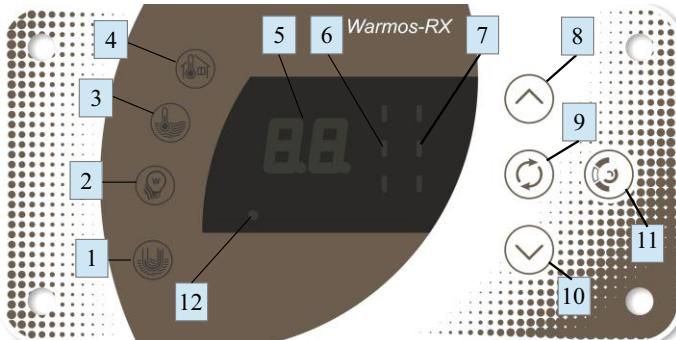

Рисунок 3. Панель индикации и управления
патрубок (7) со внутренней резьбой G1½. Желаемая температура на выходе, контролируемая датчиком (8), а также лимит потребления электроэнергии устанавливаются на панели управления и индикации (см. рис.3). Избыточное давление в теплообменной емкости должно находиться в пределах от 0,05 МПа (при меньшем давлении работа циркуляционного насоса становится неустойчивой), до 0,29 МПа. Оно контролируется датчиком давления (9). Независимая от микроконтроллера и охлаждаемых полупроводниковых элементов защита представлена самовозвратным термовыключателем (10), включенным в цепь катушки контактора (11), через основные контакты которого проходят токи питания ТЭНов (через силовую плату (12), осуществляющую непосредственную подачу напряжения на ТЭНЫ.) Полупроводниковые элементы на силовых платах охлаждаются теплоносителем при прохождении через трубопровод (4). Установочная панель (13) закреплена на кронштейнах задней панели. На установочной панели также расположены: плата центральная (14), которая управляет всеми элементами системы, исполняет алгоритмы управления мощностью котла и содержит в энергонезависимой памяти необходимые настройки работы котла; плата коммутатора фаз (15), которая анализирует качество входного напряжения, обменивается информацией с центральной платой, управляет включением контактора и насоса, формирует низкое напряжение для питания других узлов системы управления; винтовые кабельные зажимы (16), через которые производится подключение фазных и нейтрального проводов; болтовой зажим (ЗБС) (17) для присоединения защитного провода РЕ. Для измерения температуры воздуха используется датчик (18), входящий в комплект поставки.
- индикатор нагрева (12) (рис. 3) не светится;
- все три индикатора ограничения мощности (7) (рис.3) — светятся (ограничения мощности нет);
- все три индикатора потребляемой мощности (6) (рис.3) — не светятся (уровень потребляемой мощности — 0%);
- индикатор контроля температуры теплоносителя (3) (рис.3) — светится, что указывает на то, что семисимвольные индикаторы (6) (рис.3) указывают температуру теплоносителя;